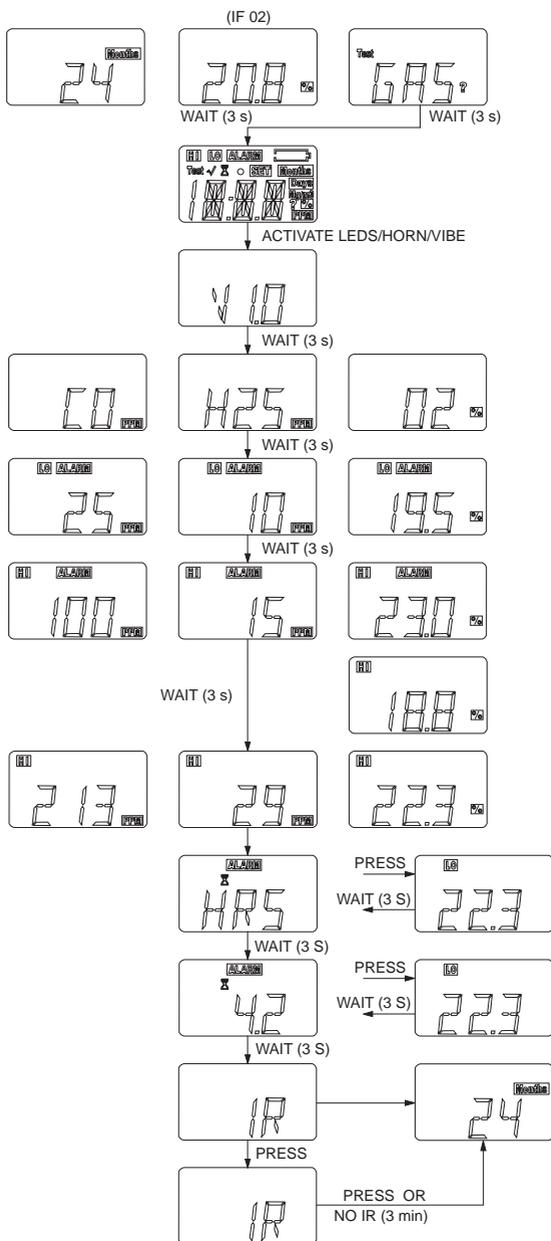

Fig. 5 Fremvisning av instrumentinformasjon
- (1) Ved å trykke på [TEST] tasten kan de lagrede instrumentdata fremvises (→ Fig. 5).